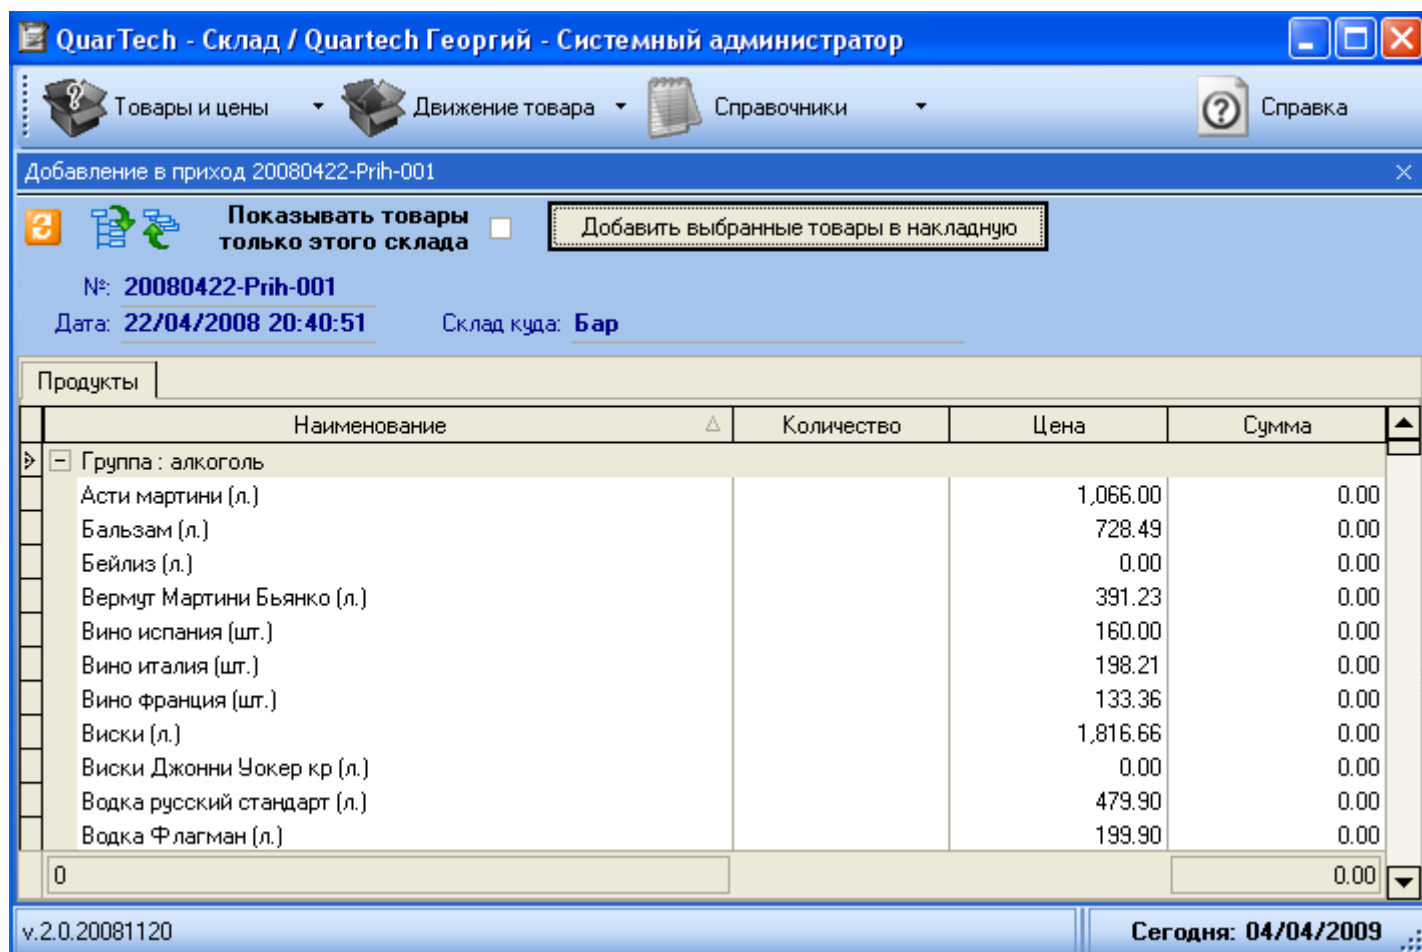

Рис. 5.3.1.2. Добавление товара в приходную накладную
4. Кнопка *«Добавить товар из списка»*. Служит для добавления новых позиций в состав накладной (рис. 5.3.1.2). Кнопка блокируется для выбранной накладной, если у накладной выставлен флаг *«Проведено»*.
1. В окне (рис. 5.3.1.1) нажать левую кнопку мыши на области списка накладных. Добавить новую строку в список накладных с помощью кнопок на панели управления или выпадающего меню или горячих клавиш на клавиатуре. Заполнить необходимые поля в новой строке списка. Сохранить описание накладной.